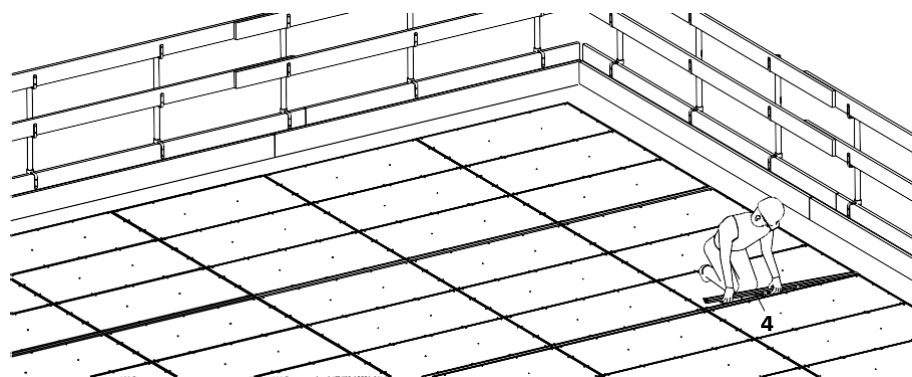

Fig. A4.19
3. Поставете премостващата лйсна SAL (4). (Fig. A4.19)